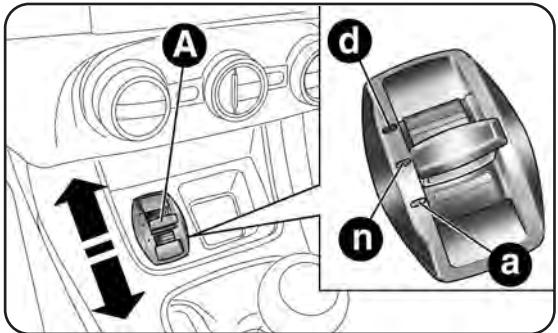

fig. 80
Es un dispositivo que permite, actuando en la palanca A-fig. 80 (ubicada en el túnel central) seleccionar tres modalidades de respuesta del coche en función de las necesidades de conducción y del estado de la carretera:
Durante el desplazamiento de la palanca A-fig. 80 en posición "d", la activación de la modalidad "Dynamic" se confirma con una variación temporal de la intensidad luminosa (parpadeo) del cuadro de instrumentos.
La palanca A-fig. 80 es de tipo monoestable, es decir permanece siempre en posición central. La modalidad de conducción activada se indica mediante el encendido del LED correspondiente en la moldura y la indicación en la pantalla multifunción reconfigurable, de la siguiente manera:
Mueva la palanca A-fig. 80 hacia arriba (en correspondencia de la letra “d”) y permanezca en esta posición durante 0,5 segundos y, en cualquier caso, hasta que el LED correspondiente se encienda o la indicación “Dynamic” se visualice en la pantalla (véanse figuras). Tras soltarla, la palanca A regresa a la posición central.
Mueva la palanca A-fig. 80 hacia abajo (en correspondencia de la letra “a”) y permanezca en esta posición durante 0,5 segundos y, en cualquier caso, hasta que el LED correspondiente se encienda o la indicación “All Weather” se visualice en la pantalla (véanse figuras).
Para desactivar la modalidad “All Weather” y regresar a “Normal”, siga el mismo procedimiento descrito para la modalidad “Dynamic”, excepto que la palanca A-fig. 80 debe colocarse en correspondencia de la letra “a”.
- En caso de avería del sistema o de la palanca A-fig. 80, no se podrá activar ninguna modalidad de conducción. En la pantalla se visualizará un mensaje de advertencia.